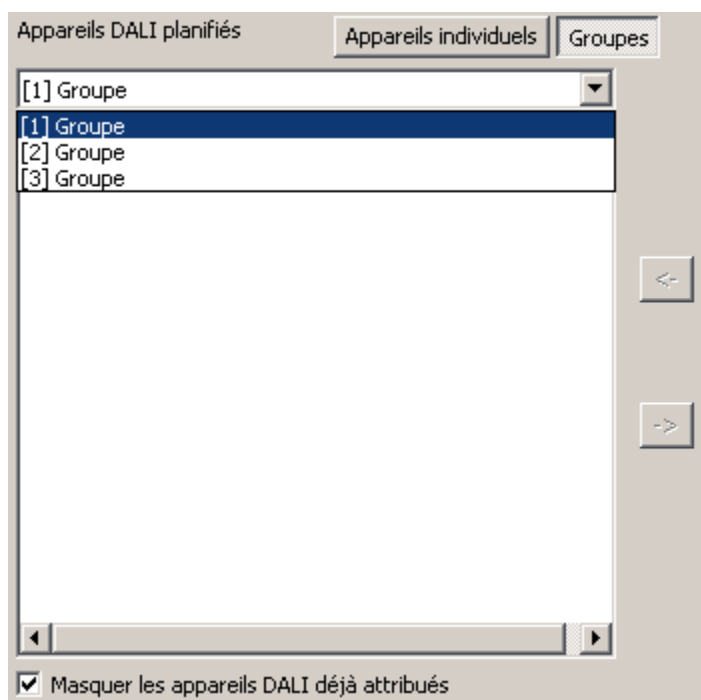

Figure 63: Sélectionner un groupe
- Dans la partie gauche de l'environnement de mise en service DALI, sélectionner le groupe nécessaire auquel les équipements doivent être ajoutés (figure 63).